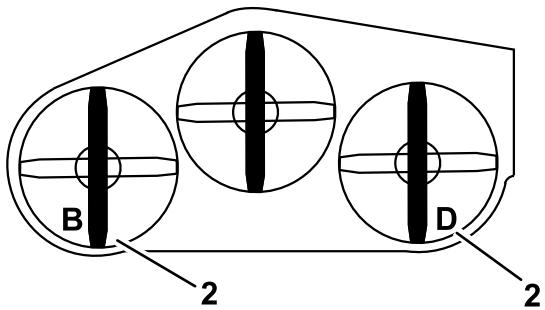

Figure 81
2. Mesurez et notez la distance au point **B** entre la surface plane et le tranchant de la pointe de la lame gauche (Figure 81).
3. Mesurez et notez la distance au point **D** entre la surface plane et le tranchant de la pointe de la lame droite (Figure 81).
Remarque: La mesure au point **B** doit être égale à 3 mm (1/8 po) près à la mesure au point **D** (Figure 81). Si ce n'est pas le cas, passez aux opérations suivantes.